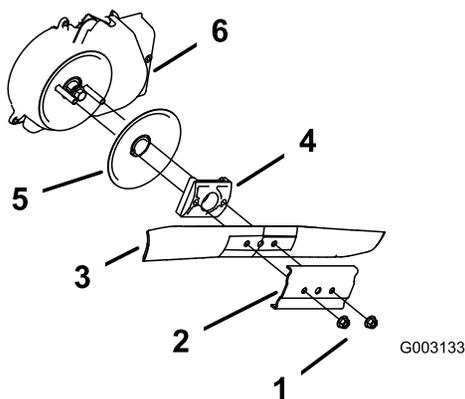

Figure 40
- Déposez la lame (Figure 40).
- Déposez le dispositif d'entraînement de la lame et le disque (Figure 40).
- Déposez la protection du débrayage de frein de lame (Figure 40).
- Reposez la lame et le renfort déposés précédemment (Figure 40).
- Retirez les 2 écrous de la lame et le renfort (Figure 40).